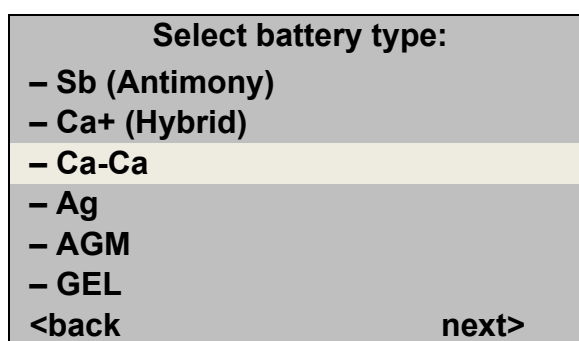

Рисунок 3.13
3.7.5 В появившемся окне **«Select battery type»** необходимо выбрать тип испытуемой АБ (в приведенном примере выбираем строку «Ca-Ca») и перейти в следующее окно, выполнив команду **«next>»** нажатием кнопки **«->»** (рисунок 3.13).